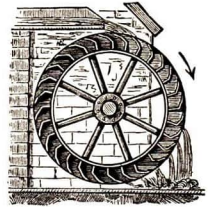

Abb. 115
5. Weitere Wasserräder sind das überschlächtige und das unterschlächtige Wasserrad (Abb. 115 u. 114).